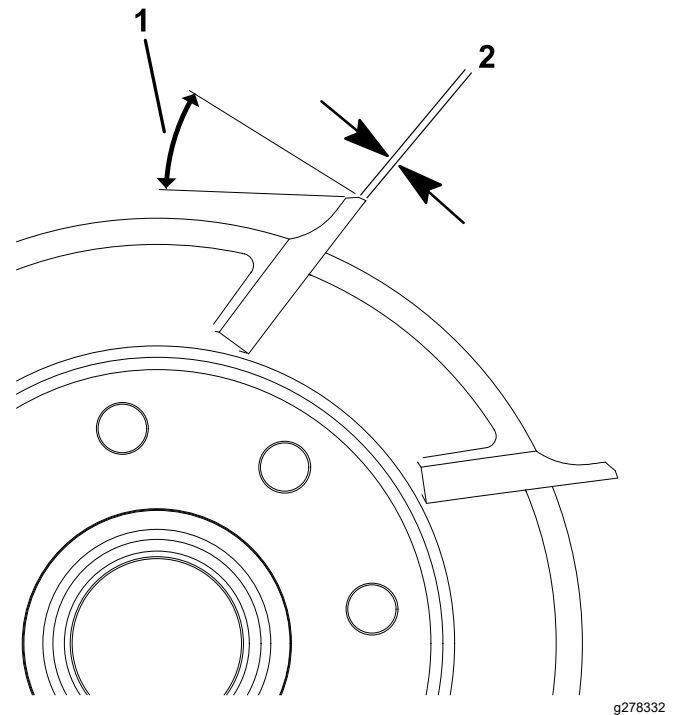

Figura 27
1. Aplique uma amolação de retificação de 30° em todas as lâminas do cilindro até que a folga tenha uma largura de 0,8 mm (Figura 27).